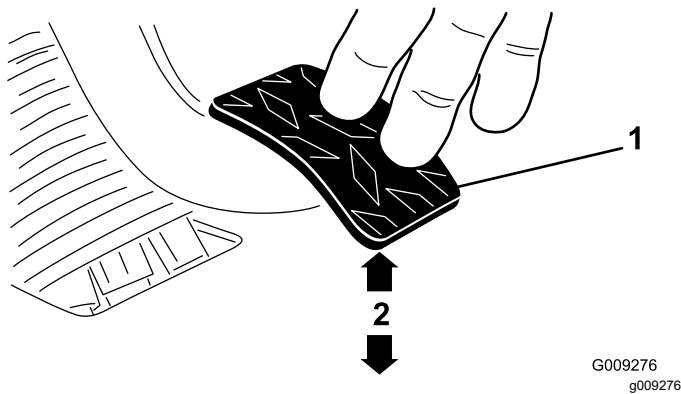

Figura 70
3. Regolate i controdadi o il giunto a sfera fino a quando il bordo posteriore del pedale della frizione non si trova tra 9,2 e 9,8 cm dalla parte superiore del motivo a quadri della pedana, quando viene applicata una forza pari a 1,8 kg sul pedale (Figura 70).